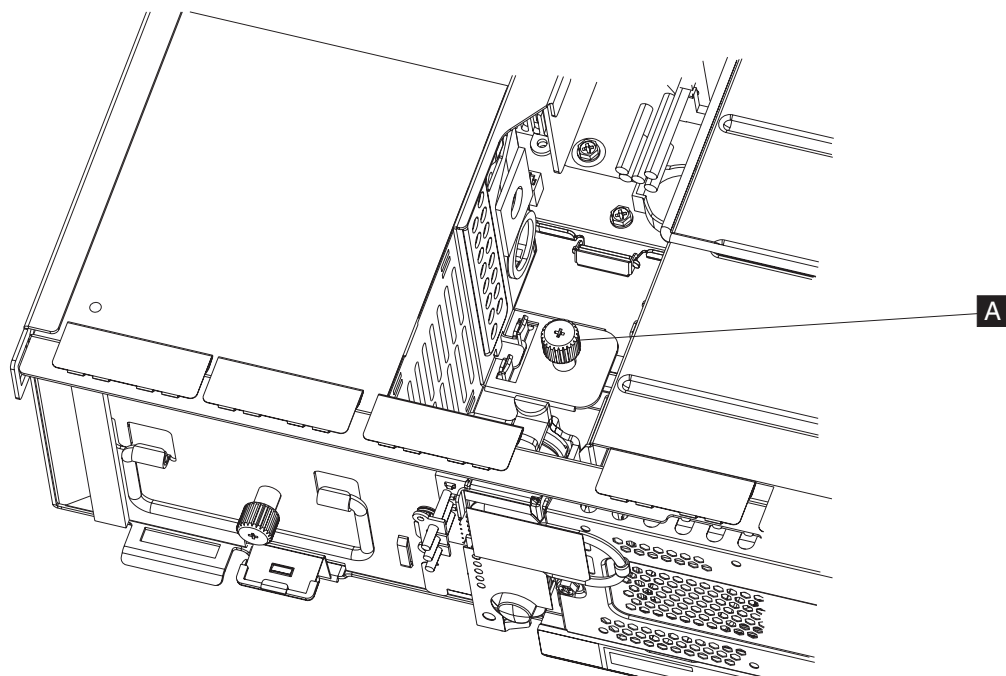

图 30. 松开夹板螺丝
4. 完全松开将夹板的前端固定在外拉托盘上的弹簧螺丝（图 30 中的 **A**）。